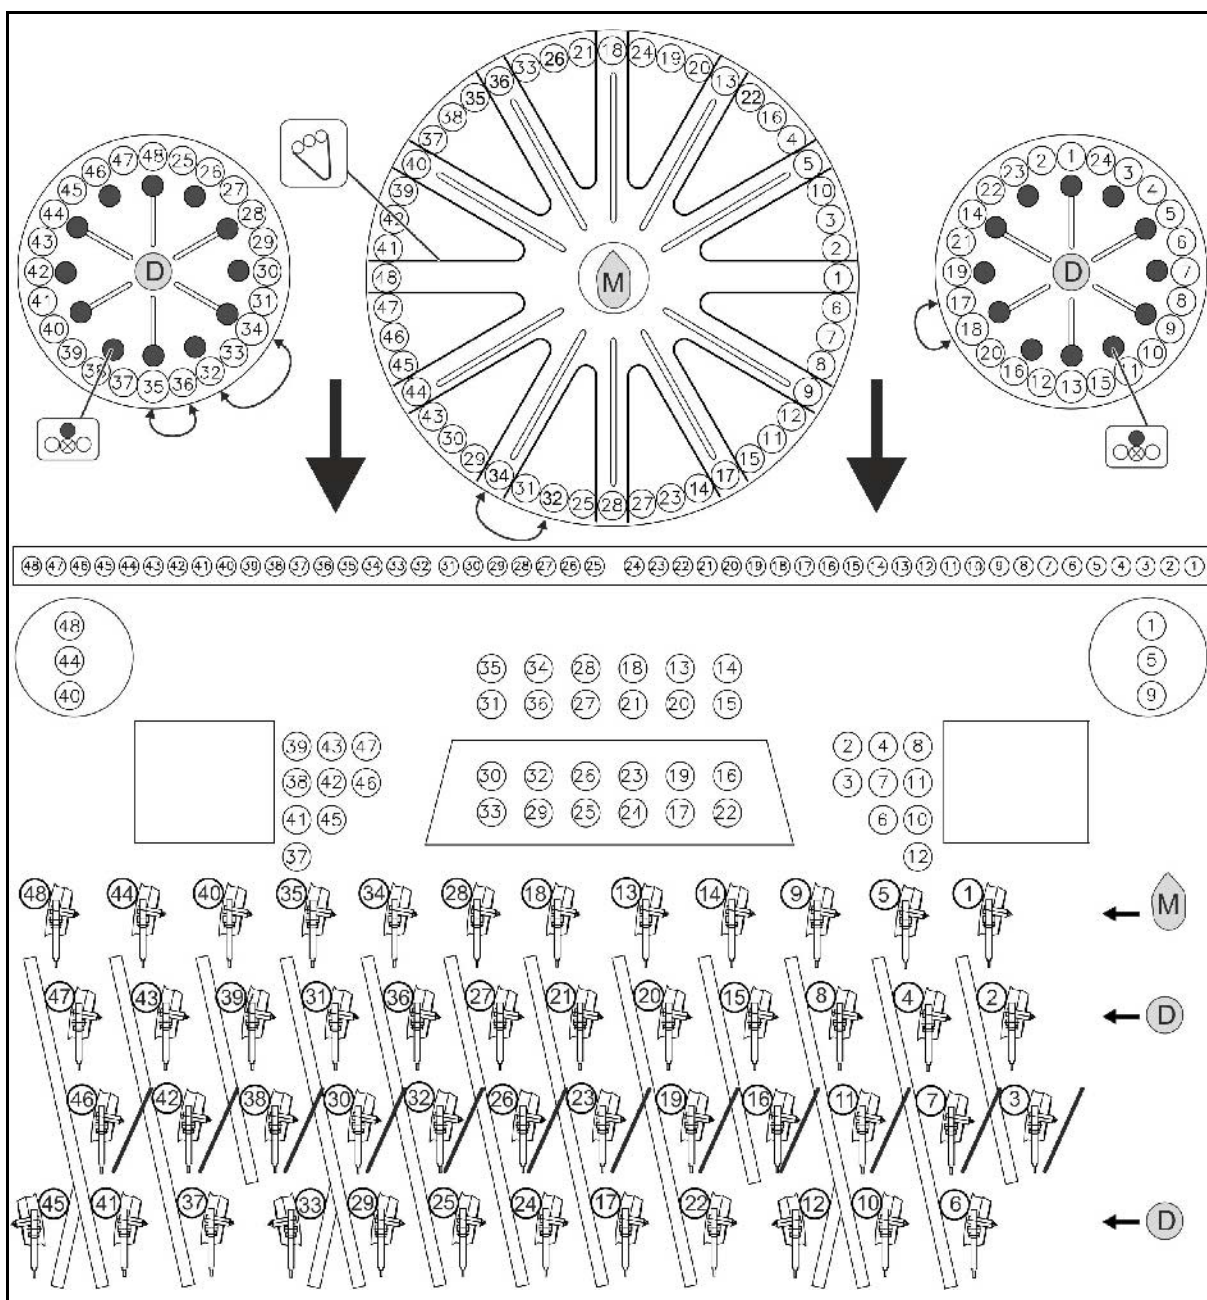

Рис. 31
- Кукуруза **M**: установите заслонки согласно Рис. 31.
- Удобрения **D**: установите заглушки согласно Рис. 31.
- Кукуруза **M**: установите заслонки  согласно Рис. 31.
- Удобрения **D**: установите заглушки  согласно Рис. 31.